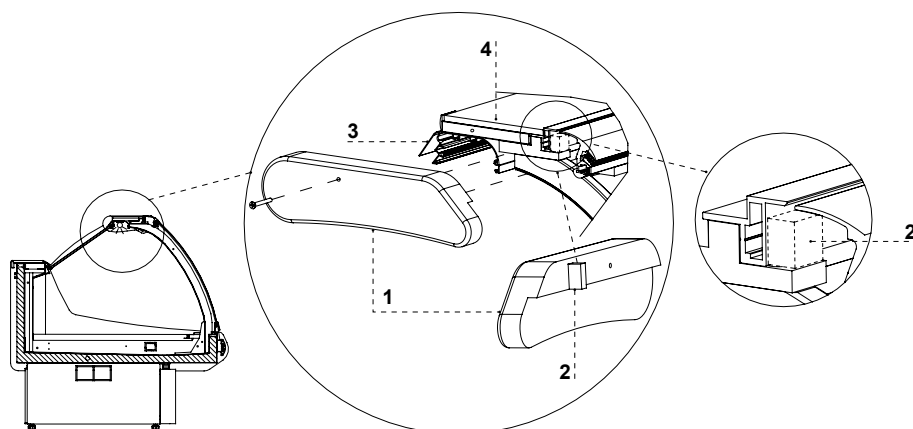

Рис.6 Крепление заглушки ABS лампы (версия „SP“)
3. Установить заглушку ABS лампы Рис.6/1 (стр.45)
4. Установить стеклянную полку Рис.6/4 (стр.45)